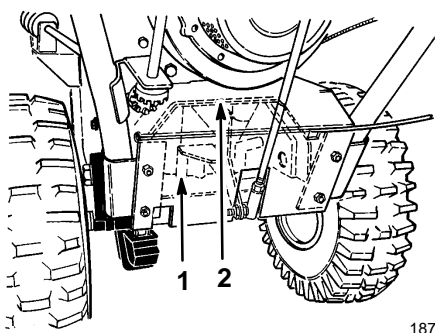

Figure 29
6. Desserrez les 4 boulons à embase (2 de chaque côté) qui fixent le châssis de transmission au châssis moteur (Fig. 29 et 30).